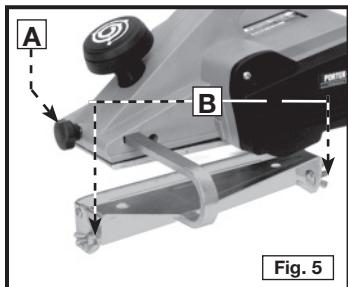

Fig. 5
1. Desserrez le bouton (A) Fig. 5
3. Serrez le bouton (A) Fig. 5.
1. Desserrez deux écrous à oreilles (B) Fig. 5.
3. Serrez deux écrous à oreilles (B) Fig. 5.